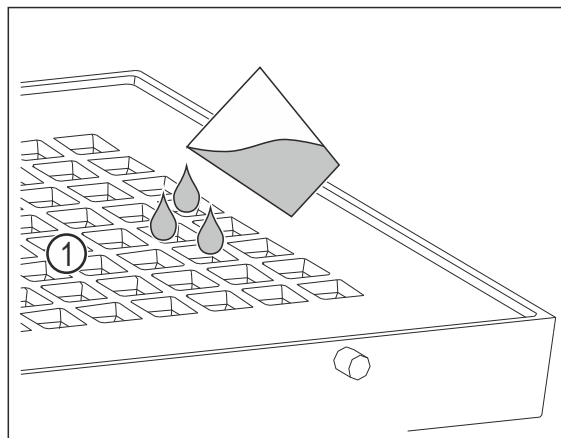

Fig. 96
- Nalijte maximálně 400 ml vody přes otvory Fig. 96 (1) v krytu.